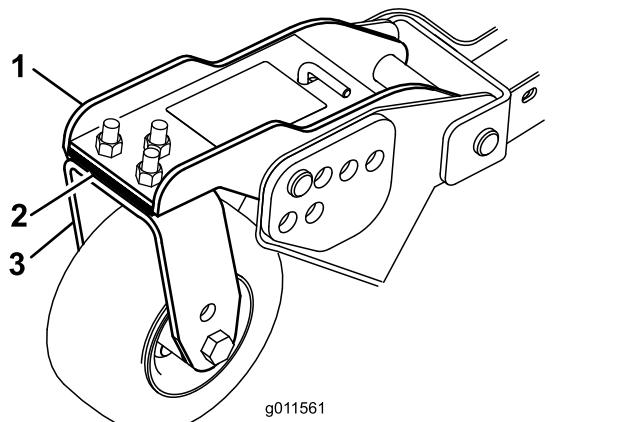

Figure 111
1. Enlevez les vis et écrous de fixation de la roue pivotante à la fourche (Figure 111).